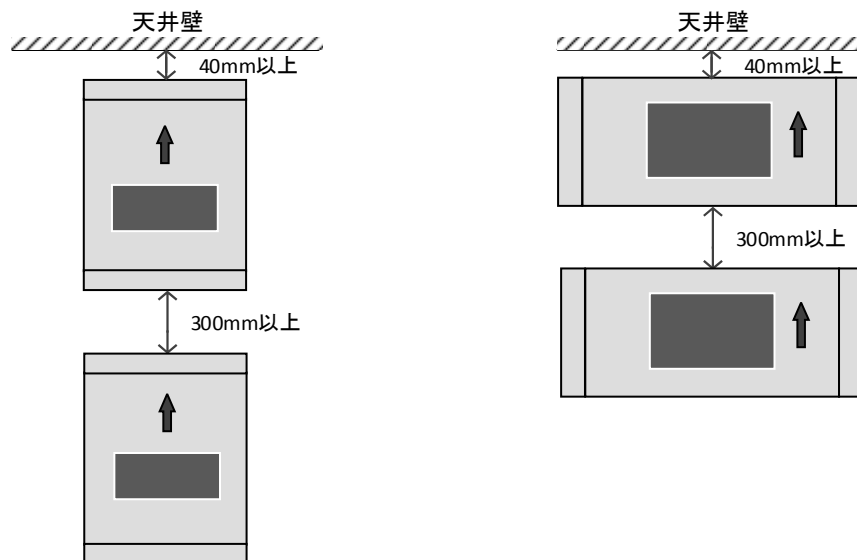

図 29. 電源部取付時の注意事項
- (1) 電源部は本体に表示されている矢印を上向きにして取り付けて下さい（図 29）。
- (2) 天井壁からは放熱のため 40mm 以上離して取り付けて下さい（図 29）。電源部の周囲に熱がこもることにより、電源部の周囲温度が 40°C を越え期待寿命（20 年以上）が短くなる可能性があります。
- (3) 電源部を矢印方向に重ねて配置しないで下さい。やむをえず重ねて配置する場合は、300mm 以上離して配置して下さい（図 29）。電源部の周囲に熱がこもることにより、電源部の周囲温度が 40°C を越え期待寿命（20 年以上）が短くなる可能性があります。
- (4) 故障選択装置は振動が少なく、操作性の良いところに取り付けて下さい。